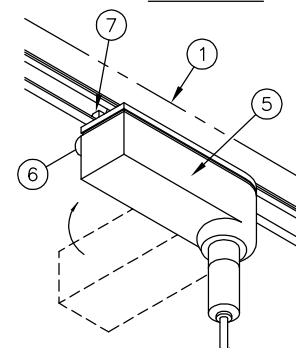

FIGURE 3
15.- Press Latch Button (6) up until Latch (7) is firmly engaged in Track. See Figure 3.
15.- Appuyez sur le bouton de sécurité (6) jusqu'à ce que le loquet (7) soit bloqué dans le rail. Voir la Figure 3.